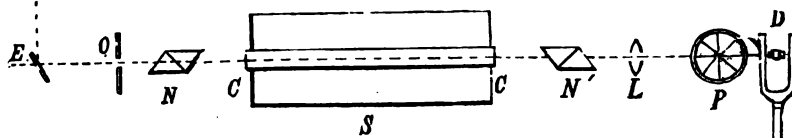

Fig. 1.
Wenhelt (1). La disposizione sperimentale (fig. 1) era la seguente: In serie col Wenhelt, oltre il rocchetto d'induzione, era posto un solenoide orizzontale *S* attraversato nel senso della lunghezza da un tubo di vetro *CC* pieno di solfuro di carbonio puro. Un fascio di raggi di luce solare diretti da un eliosata *E* attraversava dapprima un nichel *N*, quindi il solfuro di carbonio, poi un secondo nichel *N'* e veniva infine concentrato da una lente *L* su una pellicola fotografica montata su di un congegno rotante *P* la cui velocità si determina con un diapason elettrico *D*. Si ponevano i due nichel all'estinzione, poi mediante un apposito otturatore *O* si facevano passare per un istante i raggi solari mentre la corrente passava pel Wenhelt e il tamburo era in moto; si otteneva così sulla pellicola una striscia nera con interruzioni sfumate (figura 2), l'intensità d'impressione essendo ad ogni istante funzione dell'intensità della corrente interrotta dal Wenhelt. Dall'esame dei risultati ottenuti, gli Autori concludono: 1° Nell'interruttore di Wenhelt le interruzioni non si succedono tutte ad intervalli, uguali; 2° Le interruzioni della corrente hanno durata brevissima; 3° Durante l'interruzione la corrente non si annulla del tutto, ma assume un valore minimo variabile da un'interruzione all'altra e variabile con le condizioni che influiscono sul numero delle interruzioni. Gli Autori hanno quindi ripetuto le esperienze del Rossi (*N. Cim.* (4), X, p. 199, 1899) sull'influenza del magnetismo sul funzionamento dell'interruttore usando un Wenhelt (fig. 3) apposito, costituito da una canna di vetro *C*, chiusa da due tappi d'ottone a vite *T*, *T'* e un'elettrocalamita che dava un campo di 12000 unità (c. g. s.). Essi trovarono che: